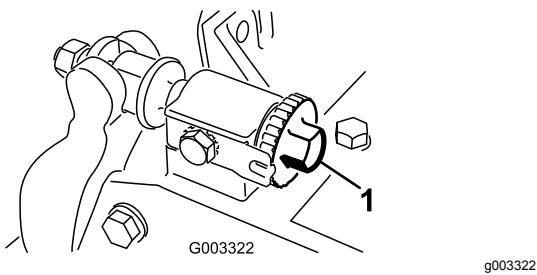

Figura 12
- Rode os parafusos de ajuste da barra de apoio no sentido contrário ao dos ponteiros do relógio para assegurar que a barra de apoio não entra em contacto com o cilindro (Figura 12).